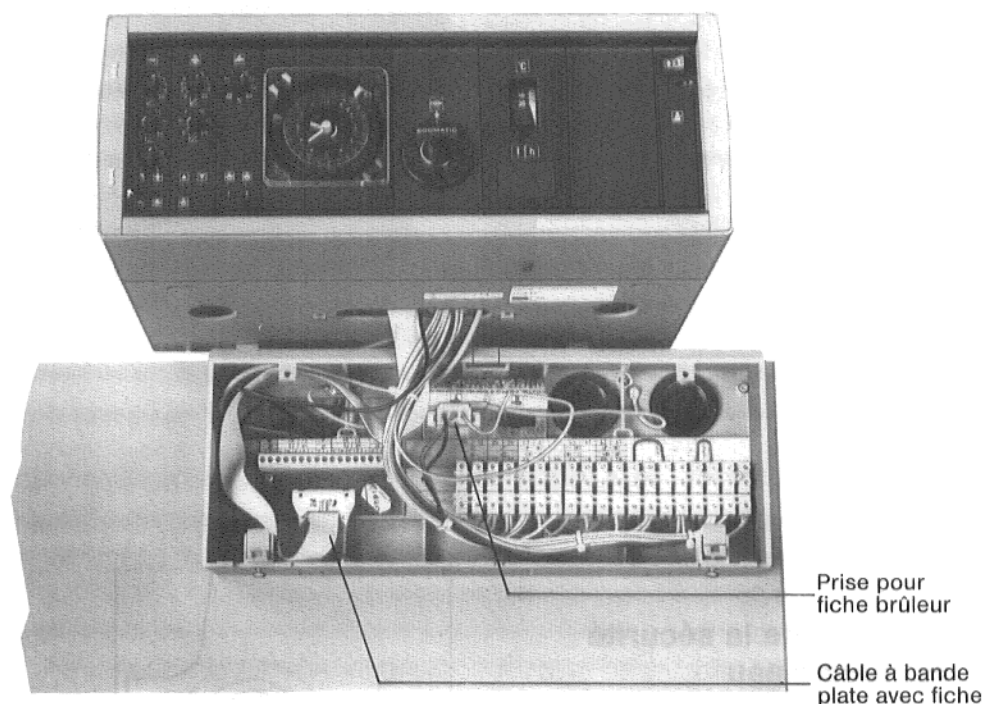

Fig. 13 – Illustration de principe
- Emboîter les connecteurs à fiches du tableau de commande aux fiches du socle du tableau de commande suivant le repérage et bloquer toutes les vis (Fig. 13).
Emboîter le **câble à bande plate** dans la fiche (Fig. 13).
La sécurité manque d'eau, type PS 14-01, doit être vissée dans l'orifice taraudé en dessous du retour sécurité par l'installateur (voir Fig. 13).